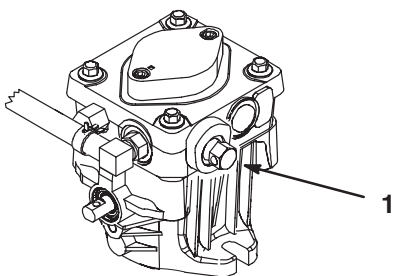

Figure 21
2. Tournez les vannes de dérivation d'un tour dans le sens anti-horaire pour pousser la machine. Cela permet au liquide hydraulique de contourner la pompe et aux roues de tourner (Fig. 21).
Tournez les vannes de dérivation dans le sens horaire pour faire fonctionner la machine normalement (Fig. 21).